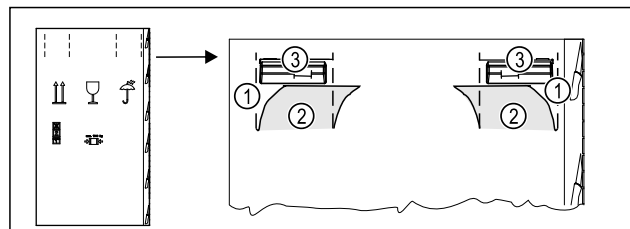

Fig. 6
- Embalažno škatlo pritisnite zgoraj na perforaciji Fig. 6 (1).
- Izvlecite not potisnjene zanke Fig. 6 (2).
- Nosilni ročaj Fig. 6 (3) desno in levo je viden.
- Napravo držite za nosilne ročaje Fig. 6 (3).